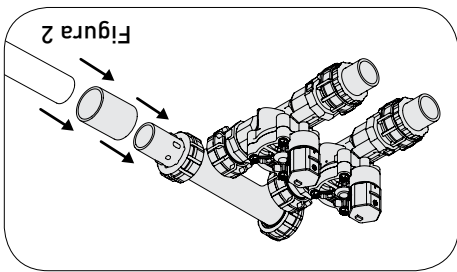

Figura 2
mediante un acoplador (H) (Figura 2).